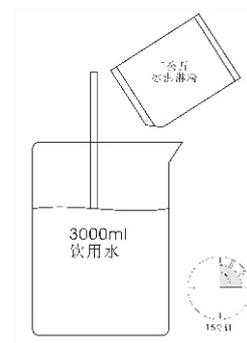

图 26
1. 先将 2.5Kg (2500ml) 水加入干净的容器内，将 1 公斤硬冰淇淋粉缓缓倒入，同时不停搅拌，直至全部倒入，并搅拌均匀。(见图 26)